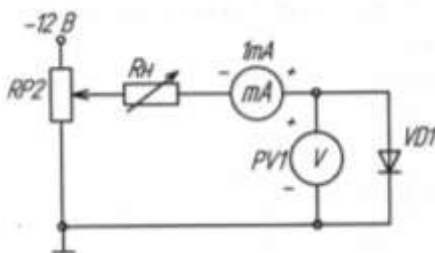

Рисунок 18
4. Собрать схему (рис.18) для снятия обратной ветви ВАХ, подключив к RP2 источник -12В и заменив миллиамперметр, поменяв также его полярность подключения. Снять обратную ветвь ВАХ диода.